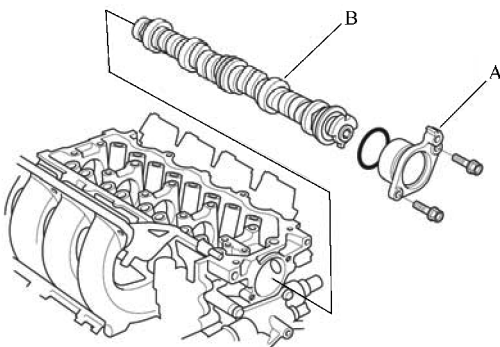

图 10-22 拆下凸轮轴
8) 拆下凸轮轴止推盖 A，然后拆下凸轮轴 B，如图 10-22 所示。